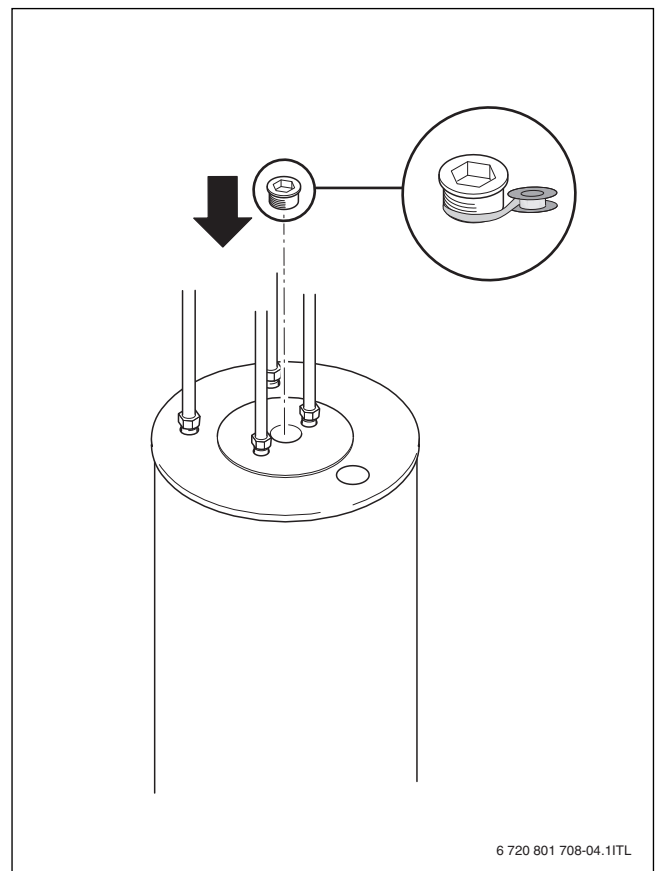

Fig. 17
- Proc  der    l'  tanch  it   du bouchon sur la fen  tre de contr  le (   fig. 17, page 69).